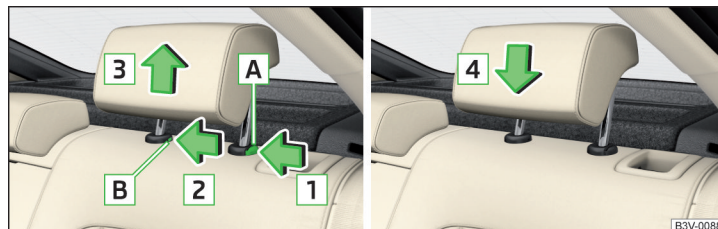

Abb. 75 Kopfstütze hinten herausnehmen/einsetzen
- › Die Sicherungstaste **A** in Pfeilrichtung **1** halten, gleichzeitig mit einem Schlitzschraubendreher (mit einer Breite von max. 5 mm) die Sicherungstaste in der Öffnung **B** in Pfeilrichtung **2** drücken und die Stütze in Pfeilrichtung **3** herausnehmen » **Abb. 75**.